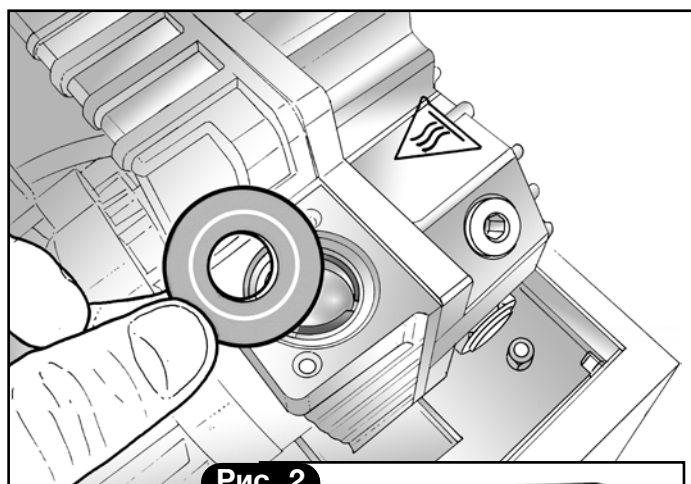

Рис. 2
- 4) Последовательно снять резиновый и стальной затворы. Проверить состояние всего доступного участка вытяжки, при необходимости выполнить его очистку тряпкой, смоченной в спирте (**рис. 2**).